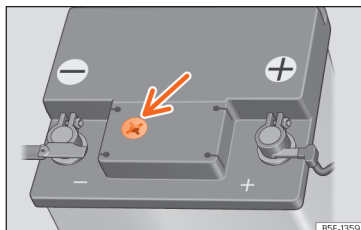

Abb. 252 Sichtfenster an der Oberseite der 12-Volt-Fahrzeugbatterie (Prinzipdarstellung).
- Prüfen Sie die Farbanzeige im runden Sichtfenster an der Oberseite der Batterie »» **Abb. 252**. Für ausreichende Beleuchtung sorgen, um die Farbanzeige im Sichtfenster deutlich erkennen zu können. Niemals offene Flammen oder glimmende Gegenstände als Beleuchtung verwenden.